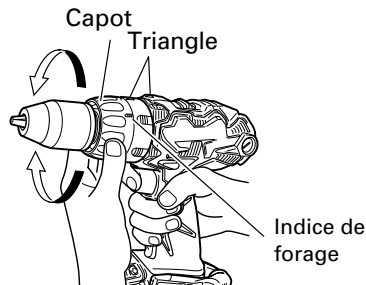

Fig. 23
11. Vérification de la position du capuchon <DS18DL> (Voir Fig. 23)